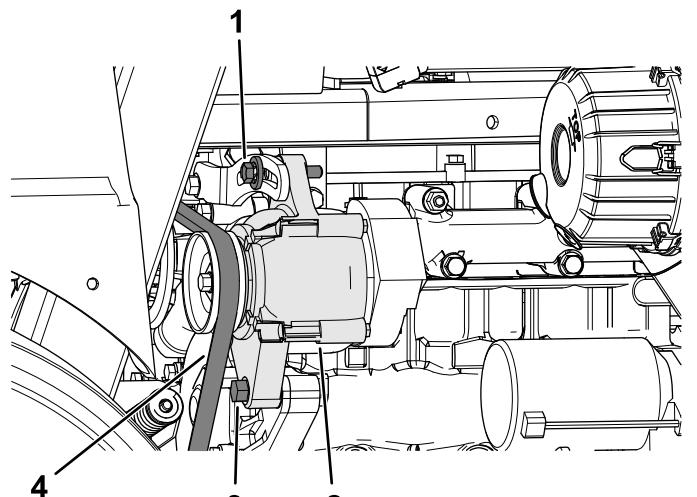

図 88
5. オルタネータのピボットボルトとロックボルトをゆるめる図 88。
7. 調整ができたらオルタネータのロックボルトを締め付ける図 88。
8. オルタネータのピボットボルトを締め付ける図 88。